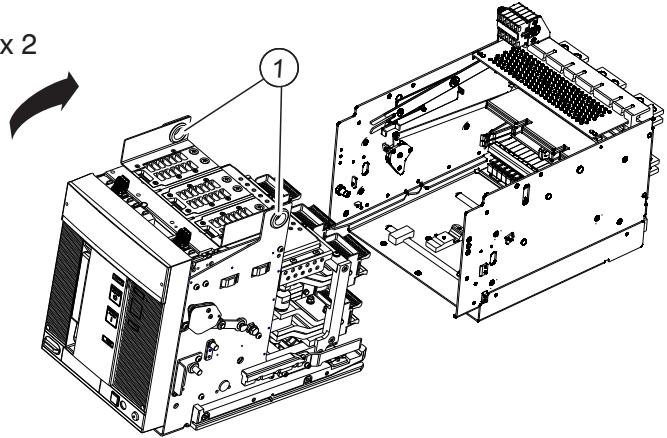

Fig. 17
Il kit di retrofitting direct replacement (fig. 17) è corredato di apposite spalle (1) per il sollevamento.
The Direct Replacement retrofitting kit (fig. 17) has supports (1) allowing it to be lifted.
Der Nachrüstsatz «direct replacement» (Abb. 17) verfügt über geeignete Schultern (1) zum Heben.
Le kit de mise à niveau «retrofitting direct replacement» (fig. 17) est doté d'épaules spéciales (1) de levage.
El kit de retrofitting direct replacement (fig. 17) está provisto de específicos apoyos (1) para la elevación.